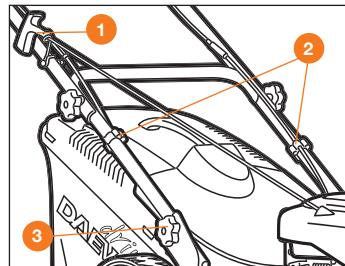

Рис. 2
- Для моделей без вертикального хранения, установите и закрепите при помощи барабановой гайки и крепежного болта ③ нижнюю рукоятку к корпусу газонокосилки на установочные места.
Расправьте тросы управления и закрепите верхнюю рукоятку на нижней при помощи болтов и барабановых гаек ③. Зафиксируйте тросы пластиковой клипсой ②. Прижмите рукоятку зажигания, вытяните ручку ручного стартера . и установите ее в кронштейн ручки ① (Рис. 2).